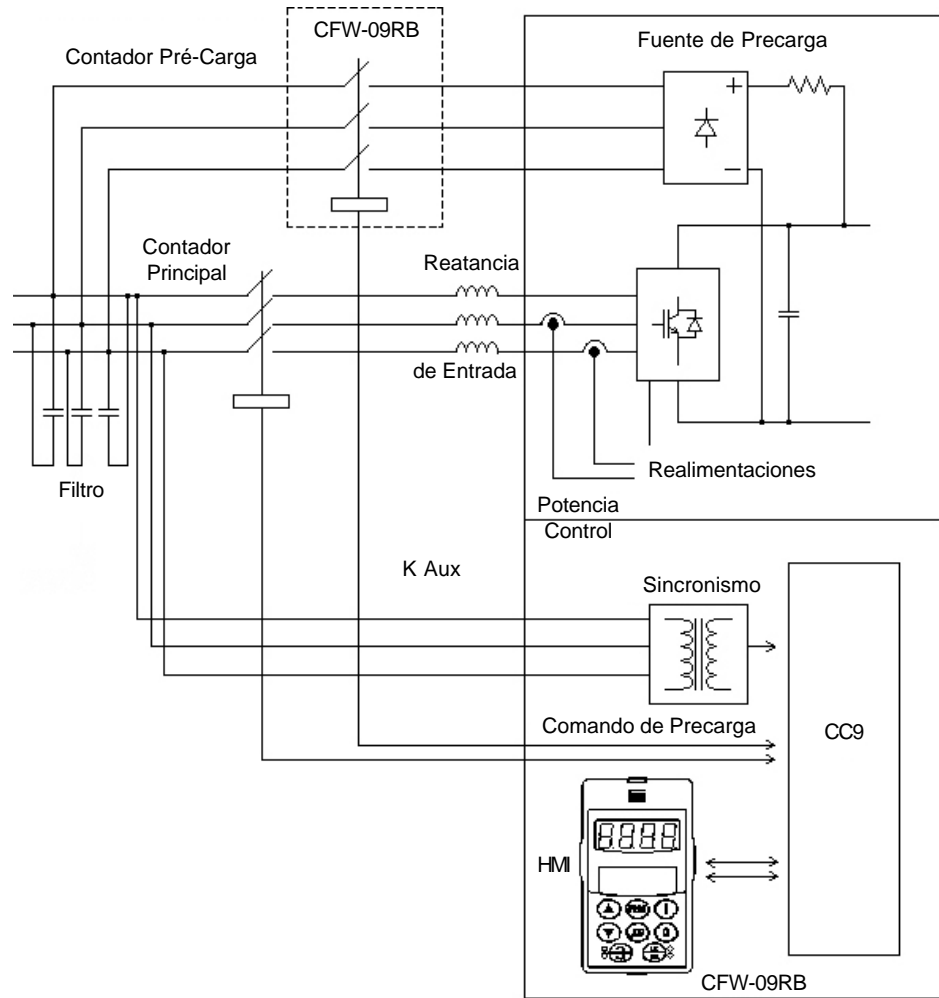

Figura 1.23 - Blocodiagrama Simplificado del CFW-09RB
La figura 1.23 presenta el bloque diagrama simplificado del CFW-09RB.
- ☑ Los tres primeros bornes de la izquierda hacia la derecha de la figura 2 son utilizados para precarga y alimentación de la ventilación. Es extremadamente importante que esta conexión de alimentación venga de la conexión del filtro capacitivo (ver figura 1.23) y no de la conexión de potencia, caso contrario la conmutación de los IGBT's interferirá en el funcionamiento de los ventiladores provocando sobrecalentamiento de los mismos.